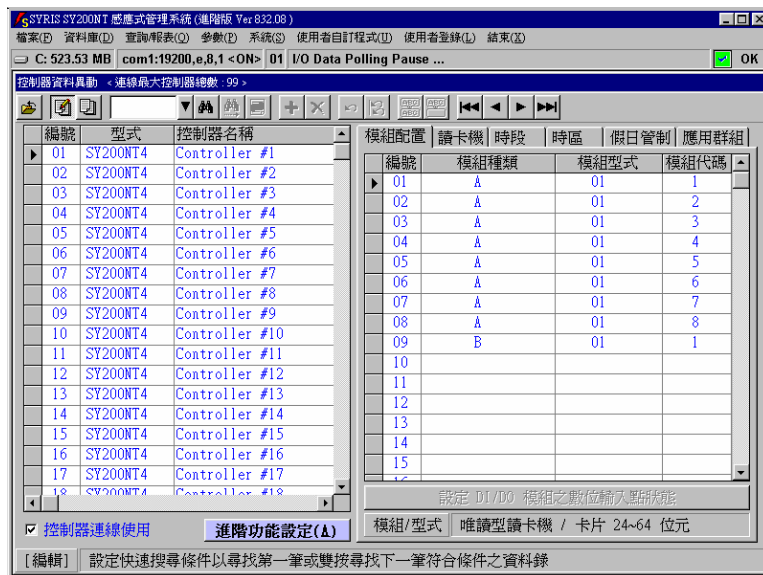

图 1-1 控制器数据设定主画面
1. 点选系统主选单”数据库(D)”内之”控制器数据异动(C)”，如图 1-1 所示。